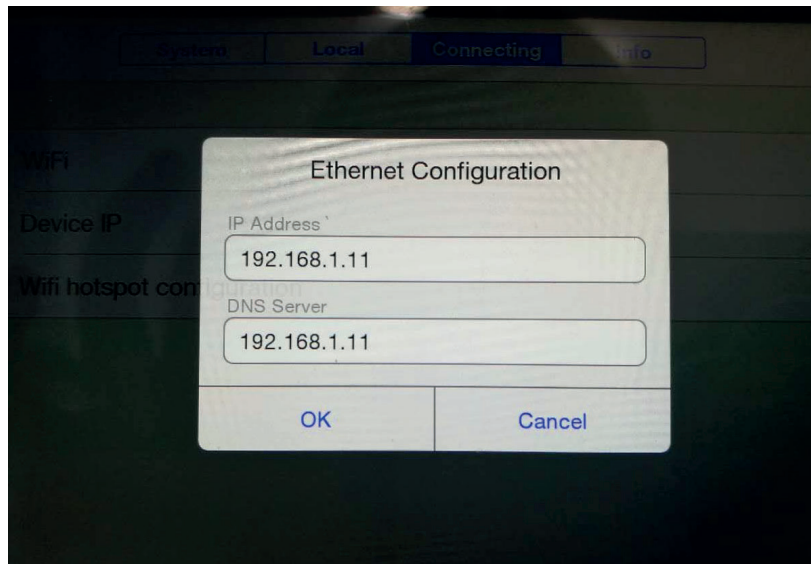

Figura 3-35
2. Ingrese a la interfaz de configuración “Configuración” - “Conexión” - “IP del dispositivo” del dispositivo para configurar la IP del dispositivo (la IP del dispositivo y la IP de la computadora deben estar en el mismo segmento de red). Vea la Figura 3-35: